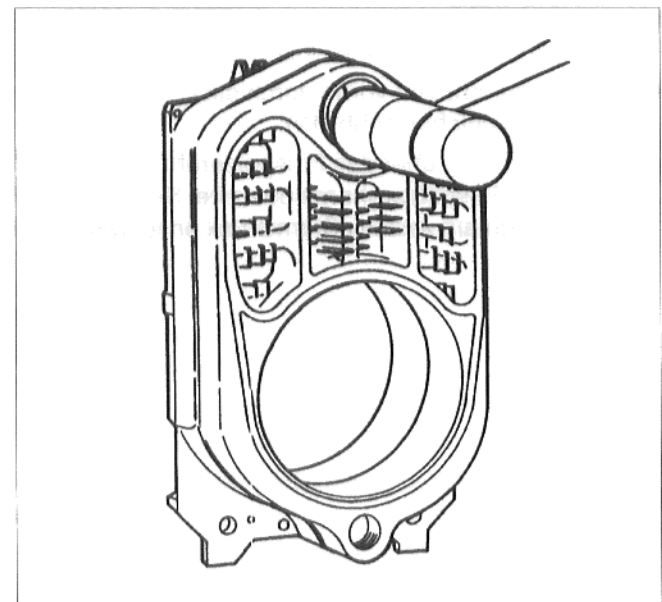

Abb. 9
- Mittelglied mit leichten Schlägen des Gummi- oder Holzhammers an den hinteren Teilblock ansetzen (Abb. 9).